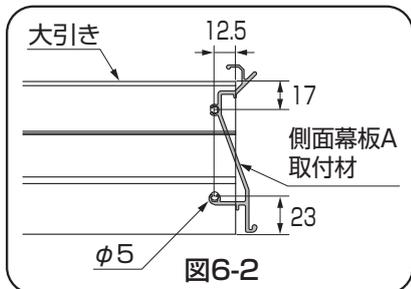

図6-2
- 大引き切断の場合は、図6-2を参照して下孔をあけてください。